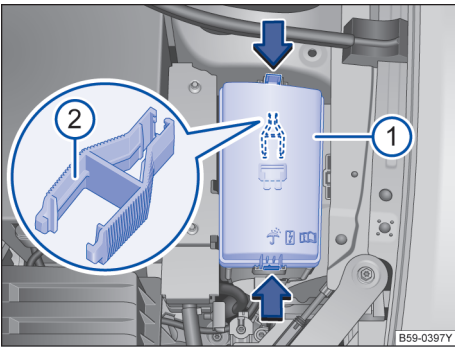

图 243 发动机舱内：保险丝盒盖板
- 沿箭头方向按压锁止按钮，以便将保险丝盒的盖板→图 243 解锁。
用来拔出保险丝的塑料夹钳→图 243 ⓘ 位于发动机舱保险丝盒盖板的内侧。